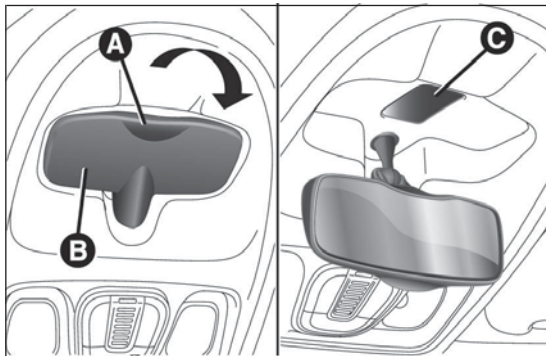

fig. 193
- ☐ svitare la vite e rimuovere il tappo C fig. 193 di ricoprimento del fissaggio;